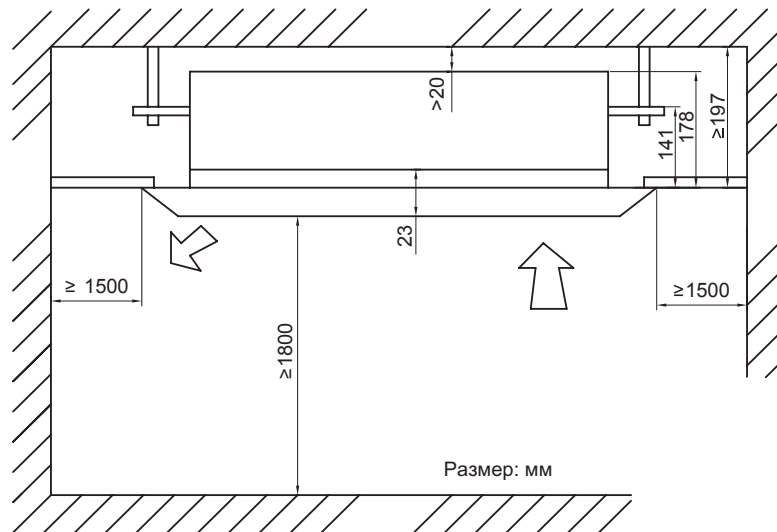

Рис. 11.18.
11.5.3. На рис. 11.18. указаны минимальные допустимые расстояния от однопоточного кассетного блока до ограждающих конструкций.